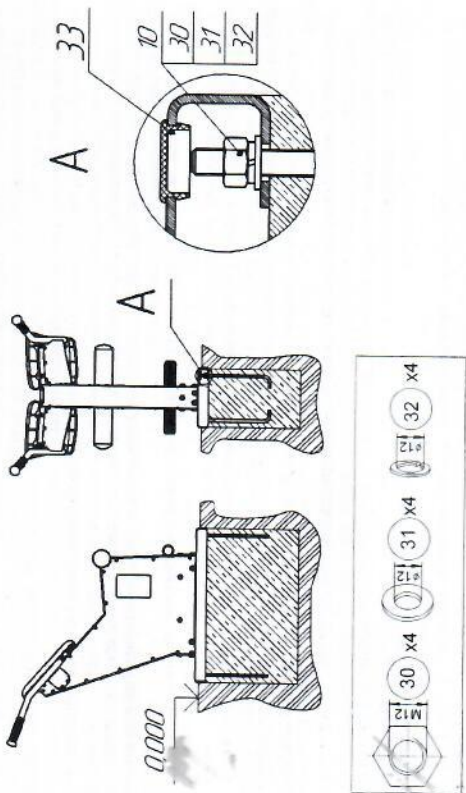

Рис.4
12.3.8 Убедиться в сухости и прочности залитого бетона. Установить тренажер (поз. 1) на анкерные болты и закрепить, установить заглушки поз.33 (рис.4).